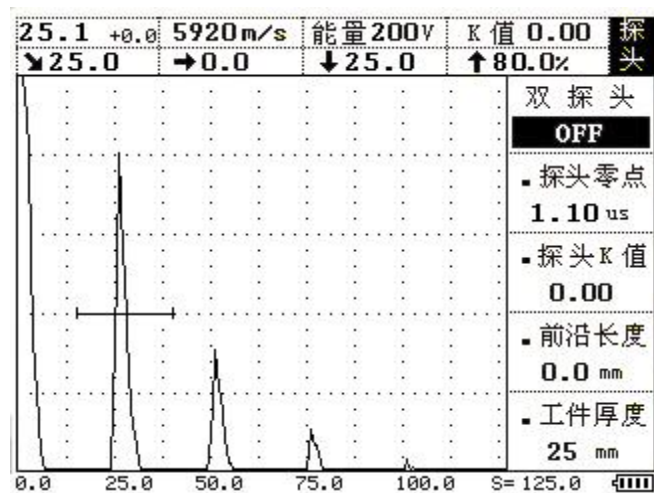

图 4-3
4、设置 a 闸门锁定第一个回波。按 **自动增益** 键让其最高回波达到屏幕的 80%。在屏幕的左上角显示声程值，如这一数值不等于 25mm，按 **探头** 菜单，再按 **▲**（上）或 **▼**（下）键调整到工件厚度子菜单，再用 **▶**（左）或 **◀**（右）键将厚度调整为 25.0mm。再按 **▲**（上）或 **▼**（下）键调整到探头零点子菜单。再用 **▶**（左）或 **◀**（右）键调整，直到使数值等于 25mm。此时的探头零点即为校准后的零点。如图 4-3 所示。